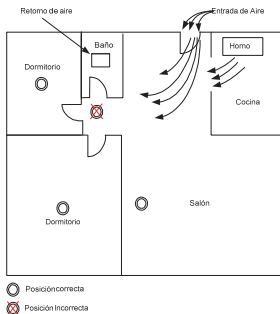

Figura 6: Ubicaciones recomendadas para el detector de humo y calor
- ◆ Por donde pasen corrientes de aire fresco. Dicha corriente de entrada y de salida de aire fresco puede alejar el humo del detector, reduciendo así su eficacia. La Figura 6 indica los lugares apropiados e inapropiados que responden a este problema.